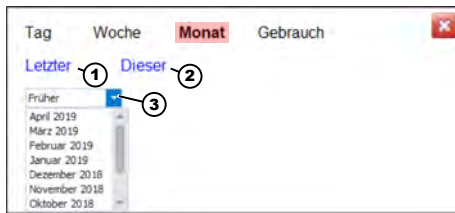

Abb. 19: [Eigener Zeitraum] / [Monat]
3. ► Zwischen **[Letzter]** (Abb. 19, Pos. 1) und **[Dieser]** (Abb. 19, Pos. 2) wählen.
4. ► Mit dem Schalter ▼ **[Früher]** (Abb. 19, Pos. 3) kann eine der bereits vorangegangenen Monate ausgewählt werden.